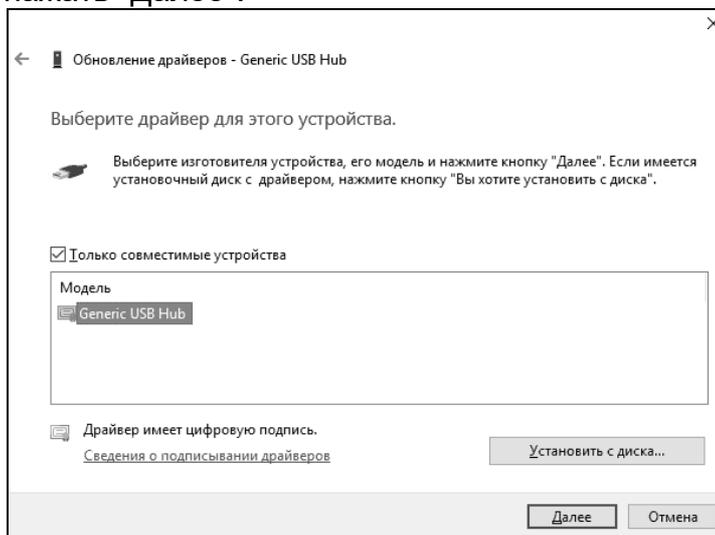

Рисунок 26
- кликнуть по устройству правой кнопкой мыши и выбрать пункт "Обновить драйверы" (рисунок 26);